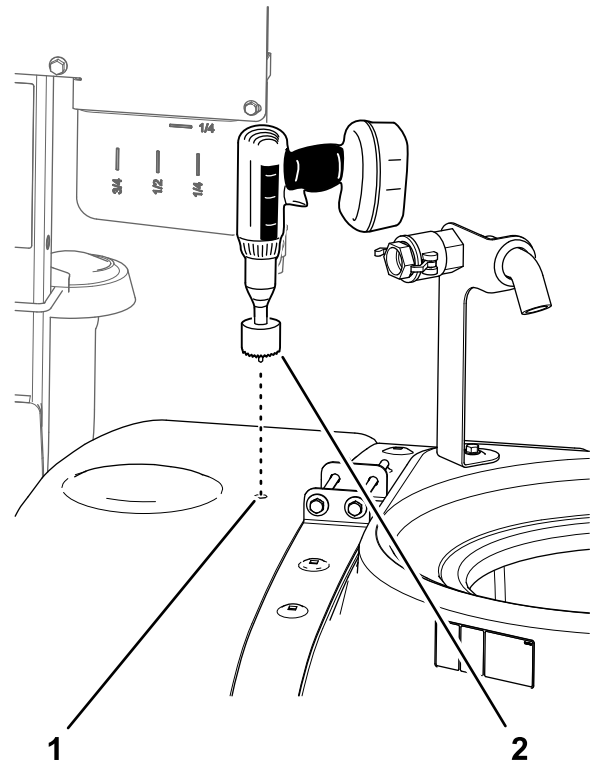

図 19
7. 前方のドリルマークについても、46の作業を行う 図 19。